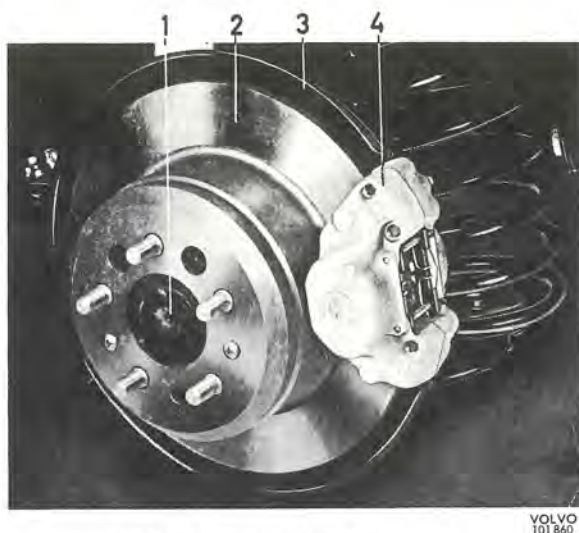

Bild 10. Bromsdetaljer, bakhjul
Bromsdelarnas placering vid bakhjulen framgår av bild 10. Bromsskivan (2) är av gjutjärn och fästad på drivaxeln med vilken den roterar. Skyddsplåten (3) hindrar nedsmutsning av skivan.